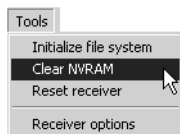

Figura 4-14. Tools ▶ Clear NVRAM
2. Haga clic en **Tools ▶ Clear NVRAM** (Figura 4-14). El LED de REGISTRO parpadea verde y rojo mientras que el LED de ESTADO parpadea rojo.